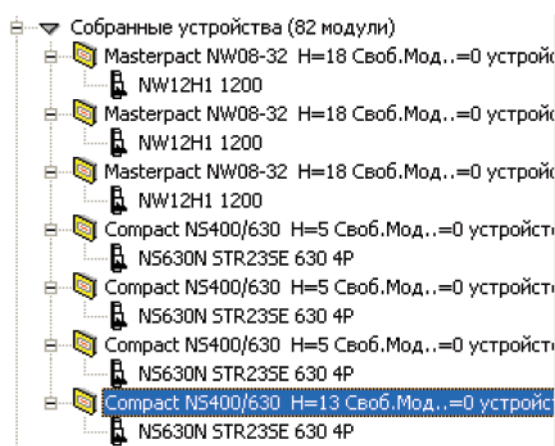

Рис. 107
- 23) Переносим автоматический выключатель NS630 в раздел “Собранные устройства” (рис. 107).